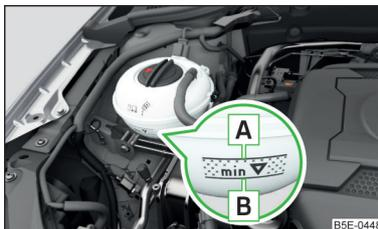

Abb. 207
Die Bezeichnung des Kühlmittels ist auf dem Kühlmittelausgleichsbehälter aufgeführt » Abb. 207 auf Seite 208.
- Das Kühlmittel nicht über die Markierung **A** auffüllen » Abb. 207 auf Seite 208.
Kühlmittelausgleichsbehälter » Abb. 207
➤ Den Kühlmittelstand am Kühlmittelausgleichsbehälter prüfen » Abb. 207.
Bei betriebswarmem Motor kann das Prüfergebnis ungenau ausfallen. Der Stand kann auch über der Markierung **A** » Abb. 207 liegen.